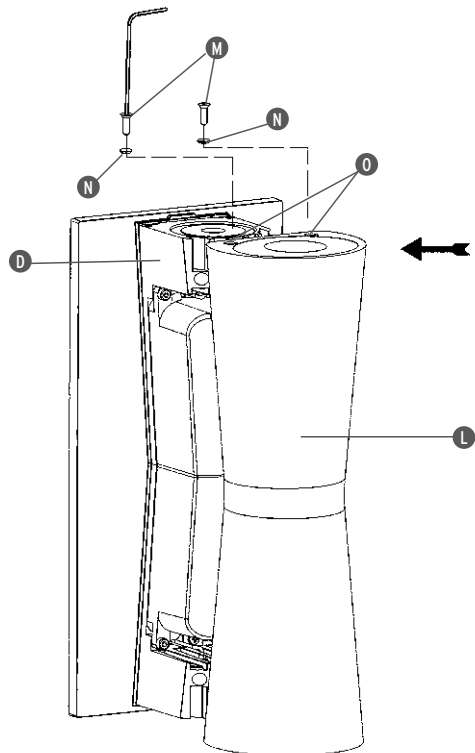

Fig. 5
<GB> Fig.5 Mount the external body (L) onto the internal body (D) with the screws (M) included taking care to put the washers (N) in the correct positions (O).
<FR> Fig.5 Fixer le corps externe (L) sur le corps interne (D) avec les vis fournies (M) en prenant soin de placer correctement les tacs (N) dans leur emplacement (O).
<ES> Fig.5 Montar el cuerpo externo (L) sobre el cuerpo interno (D) con los tornillos (M) suministrados en dotación, prestando especial atención para colocar correctamente las rondelles (N) en la sede correspondiente (O).
<J> 図5 ワッシャー (N)が適切な場所 (O)に正確に位置付けられるよう注意しながら付属のネジ(M)で外側のボディ(L)を内側の本体 (D)に組み立てる